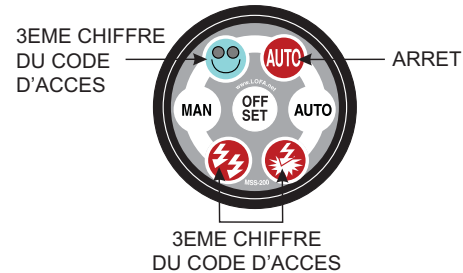

Figure 37. 3ème chiffre du code d'accès
5. Appuyez sur le bouton **OFF / SET** (Figure 37) une dernière fois cela saisira la valeur zéro pour le 3ème chiffre du code d'accès dans le contrôleur.